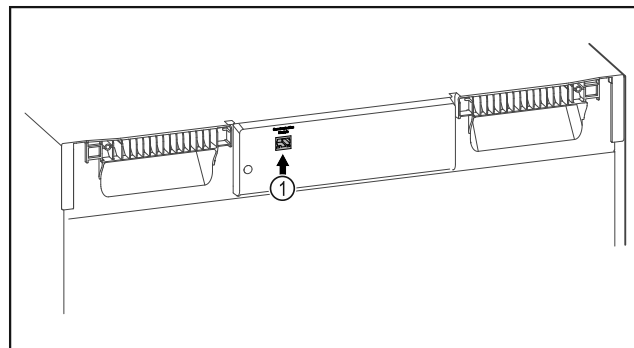

Fig. 114
- Το SmartModule Fig. 114 (1) χρησιμοποιείται.